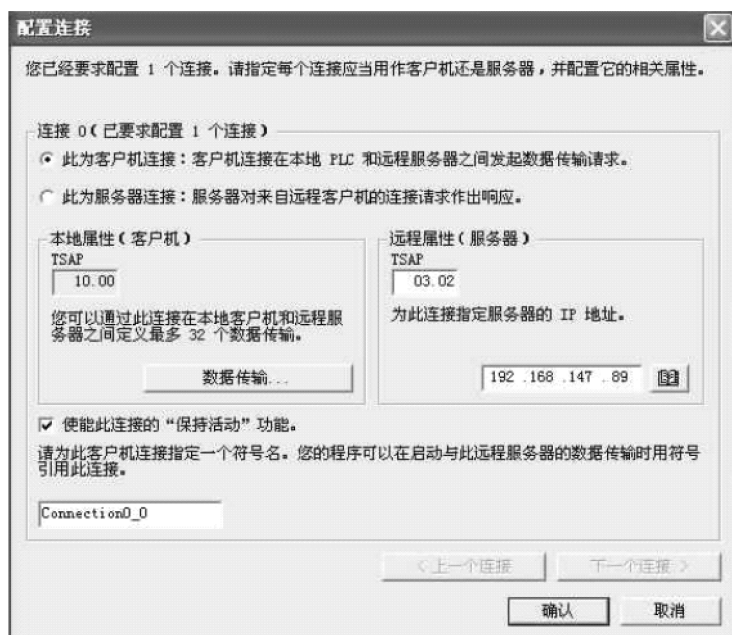

图 7-44 配置客户机的连接
7) 如果选择配置某个连接, 当单击“下一步”时, 会显示“配置连接”界面, 如图 7-44 所示, 选择客户机及写上服务器的 IP 及 TSAP。
在图 7-44 中, 需要将每个连接定义为客户机连接或服务器连接。